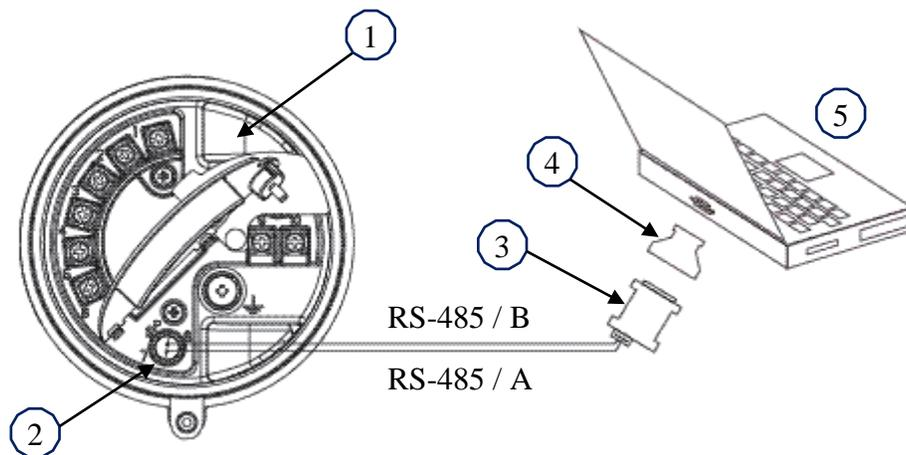

Figure 2. Accessing parameters using ProLink software: |
- ProLink: First the end-cap on the terminal compartment is removed (Figure 2). Then the plastic safety cover is opened to access terminals 7 and 8. A personal computer with ProLink software is connected to terminals 7 and 8.
- ProLink : Il faut ouvrir le couvercle du port de service pour accéder aux ports 7 et 8 après avoir enlevé le couvercle d'embout du compartiment de câblage (Figure 2). Un ordinateur personnel équipé du logiciel « ProLink » est branché aux ports 7 et 8.